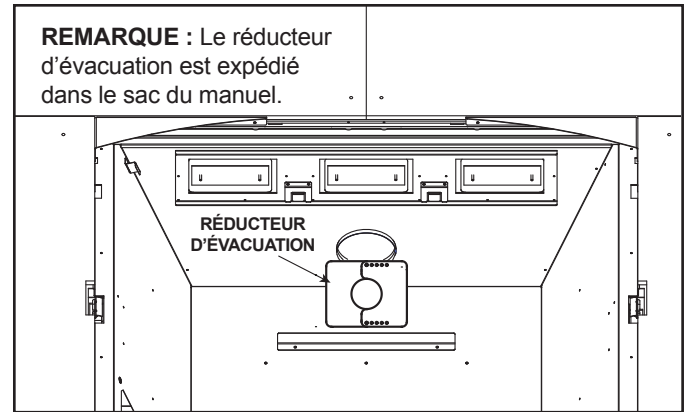

Figure 4.13 Installation d'un réducteur d'évacuation
5. Centrez les deux pièces du réducteur d'évacuation sur le conduit d'évacuation au réglage sélectionné à l'étape 3 et en fixant à l'aide des deux vis autotaraudeuses. Voir la figure 4.13.